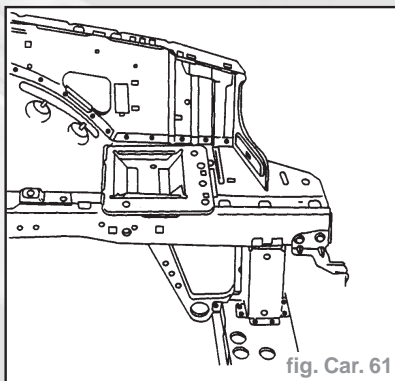

fig. Car. 61
- Souder par points électriques (fig. Car. 61 et 62).